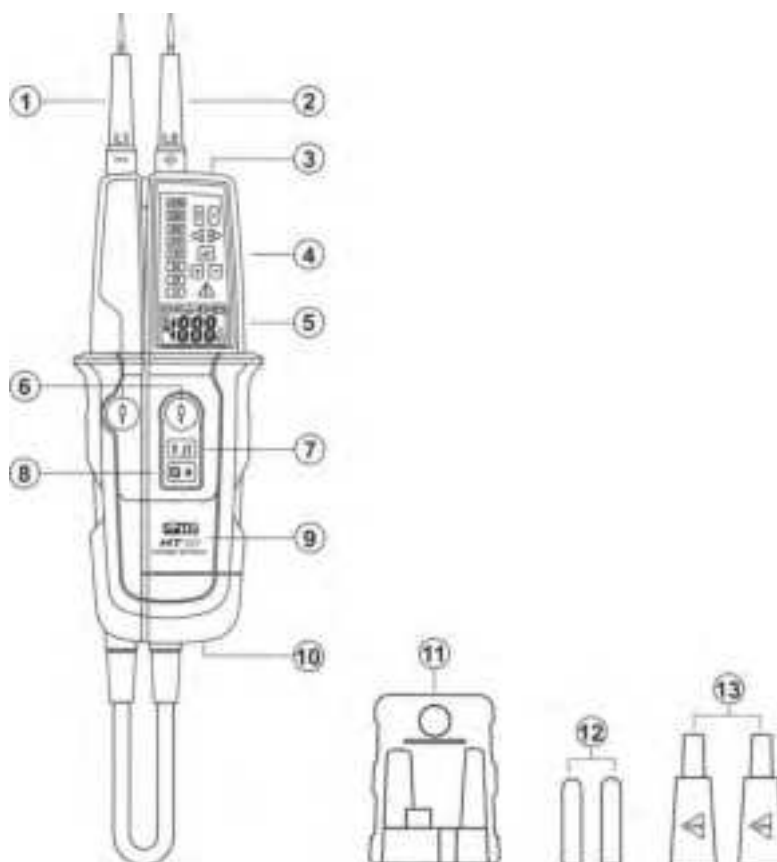

Fig. 1: Descrizione dello strumento
4. **Premere contemporaneamente i due tasti (vedere Fig. 1 – parte 6). La tensione reale presente è mostrata con accensione dei LED rossi e a display. Il simbolo AC e il LED di misura con bassa impedenza (vedere Fig. 2 – parte 2) sono mostrati**